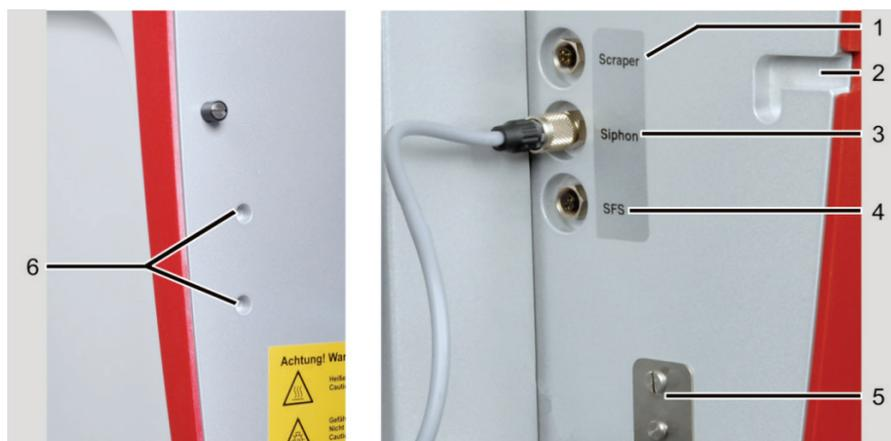

Fig. 41 Conexiones en las paredes del compartimento de muestras
7. Insertar el conector del sensor del sifón en la conexión de la pared derecha del compartimento de muestras (3 en Fig. 41 pág.68).
1. Enganchar el automuestreador en los alojamientos correspondientes del compartimento de muestras (2,6 en Fig. 41 pág.68).